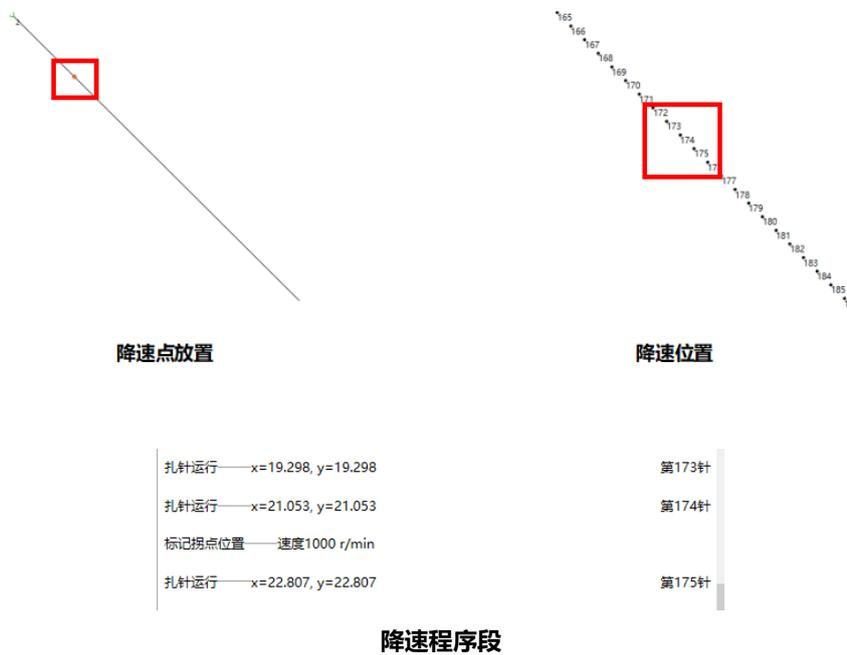

图 5.6.8b 手动降速操作示意
②点击“放置降速点”，退出单图编辑页面。
③在图层设置中将图形转点。
④点击“指令处理”，进入后程序段中会显示此点进行降速处理，速度可设。如下图 5.6.8b 所示。